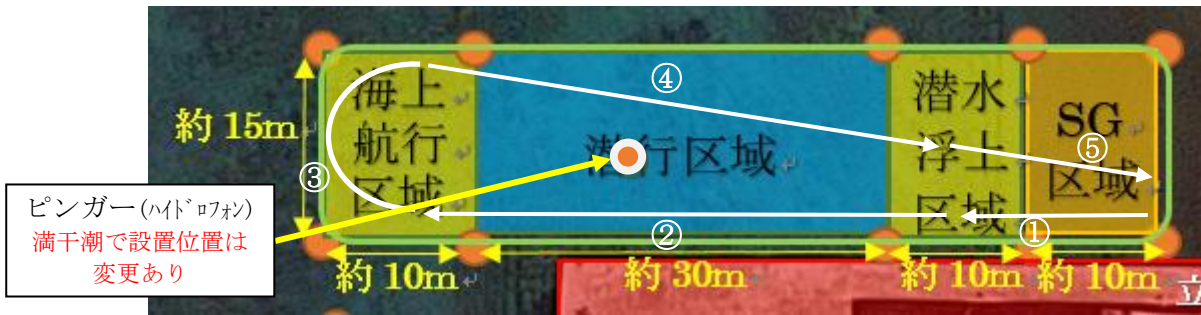
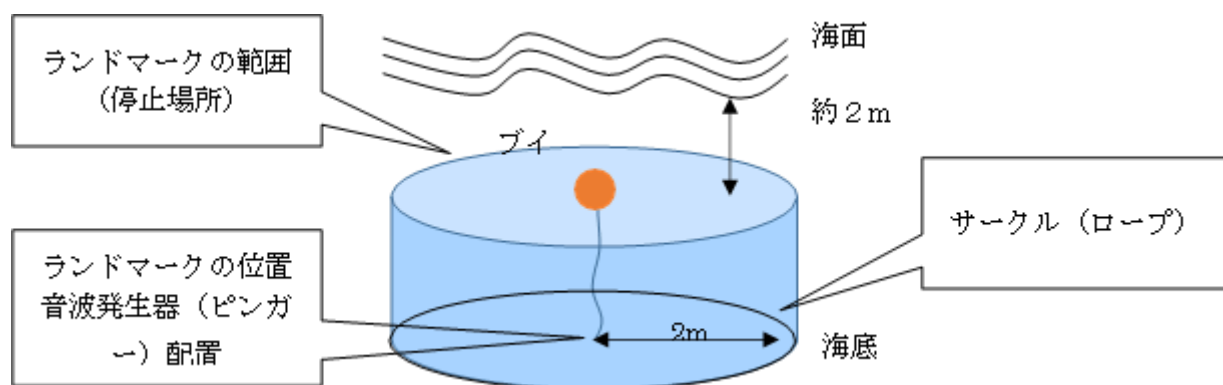

図 4-2-1 AUV 競技エリア及び競技コース
図 4-2-2 「ランドマーク」の範囲について
- 9) 図 4-2-1 及び図 4-2-2 は、あくまでもイメージです。正確な配置は当日の会場で確認してください。